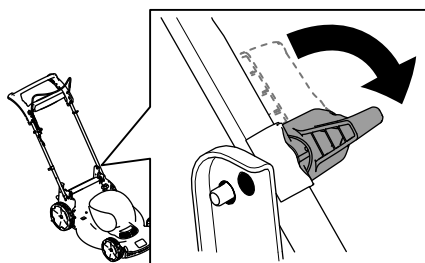

Figure 19
3. Déverrouillez le guidon (Figure 19).